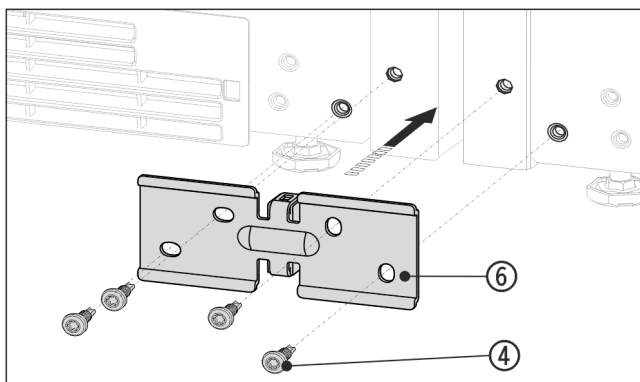

Fig. 15 Rappresentazione esemplificativa
- Spostare la squadretta Fig. 15 (6) con il distanziale fra le apparecchiature e avvitare con 4 viti Fig. 15 (4) senza stringerle.